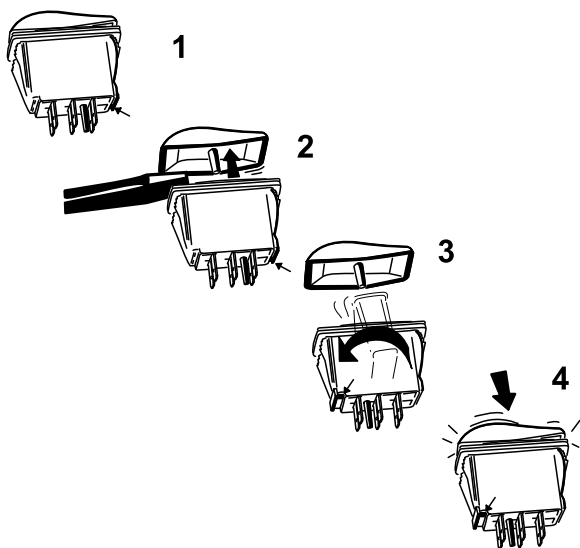

Figura 22
- B. Utilizando uma chave de fendas de pontas planas ou ferramenta semelhante, levante suavemente as coberturas do interruptor de oscilação dos corpos dos interruptores (Figura 22).
C. Mantendo a cobertura do interruptor na posição, rode o corpo do interruptor 180 graus de forma a que o entalhe do conector fique no canto esquerdo frontal (Figura 22).
D. Pressione as coberturas do interruptor de oscilação para os corpos do interruptor nesta nova orientação até que a cobertura encaixe no lugar (Figura 22).